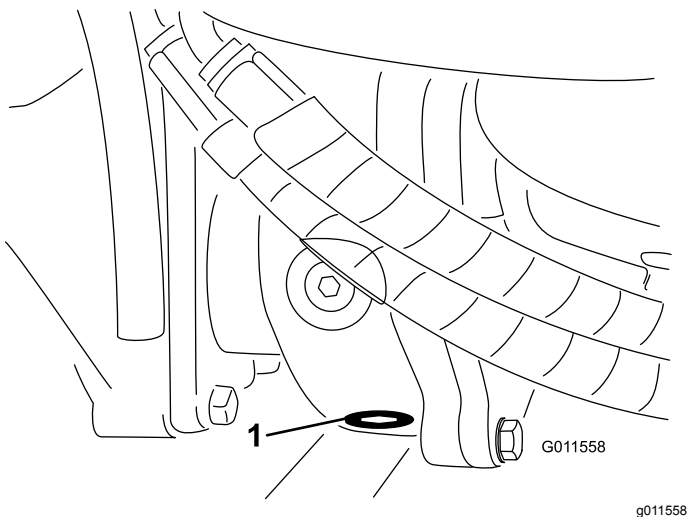

Bild 97
5. Reinigen Sie den Bereich um die Ablassschraube an der Unterseite des Getriebes (**Bild 97**).